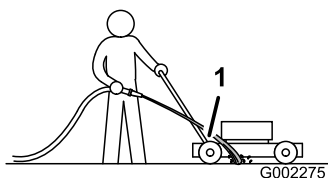

Figura 23
3. Întinzi furtunul de grădină la nivelul mânerului și direcționezi fluxul de apă pe sol, chiar în fața roii din dreapta spate (Figura 23).